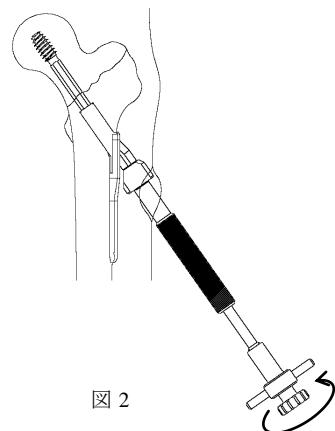

図 2
- 3) プレートの設置後、プレートインパクタを介してキードラグスクリュー用圧迫器 (T) の先端ネジ部をキード・ラグスクリューの後端部に接続し、つまみ部を回転しなくなるまで回して下さい。（図 2）